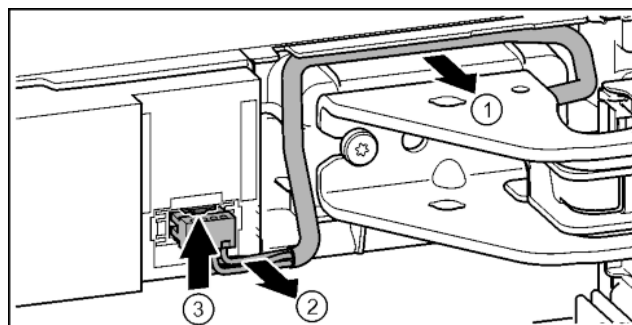

Fig. 19
▶ Ostrożnie wyjąć kabel znajdujący się nad płytką zawiasu. Fig. 19 (1)
▶ Z kanału ostrożnie wyjąć przewód pleciony. Fig. 19 (2)
▶ Nakładkę wcisnąć w górę i ostrożnie wyjąć wtyczkę. Fig. 19 (3)